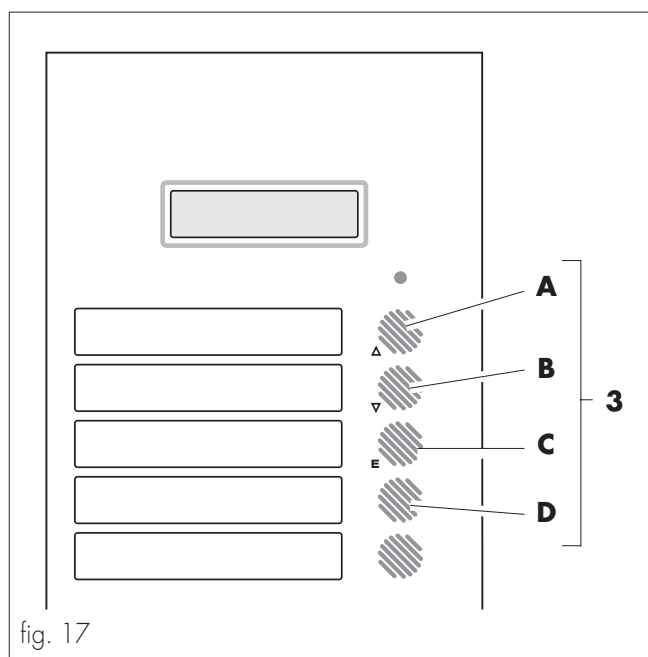

fig. 17
Nel modello D.A. 5P i tasti programmazione sono **A - B - C - D** (rif. **3**, fig. 17).
Nel modello D.A. 3P i tasti programmazione sono **A - B - C** (rif. **3**, fig. 17).
- accendere il distributore tramite l'interruttore generale (rif. **25**, fig. 1) tenendo premuti contemporaneamente i tasti "UP" ed "ENTER" (rif. **A** e **C**, fig. 17).
Visualizza le erogazioni totali e parziali di tutte le bevande, modello D.A. 5P tasti erogazione **A - B - C - D - E** (rif. 3, fig. 17), modello D.A. 3P tasti erogazione **A - B - C** (rif. 3, fig. 17).
Utilizzando i tasti "UP" e "DOWN", si possono visualizzare le erogazioni totali e parziali di ogni singola bevanda, modello D.A. 5P tasti erogazione **A - B - C - D - E** (rif. 3, fig. 17), modello D.A. 3P tasti erogazione **A - B - C** (rif. 3, fig. 17).